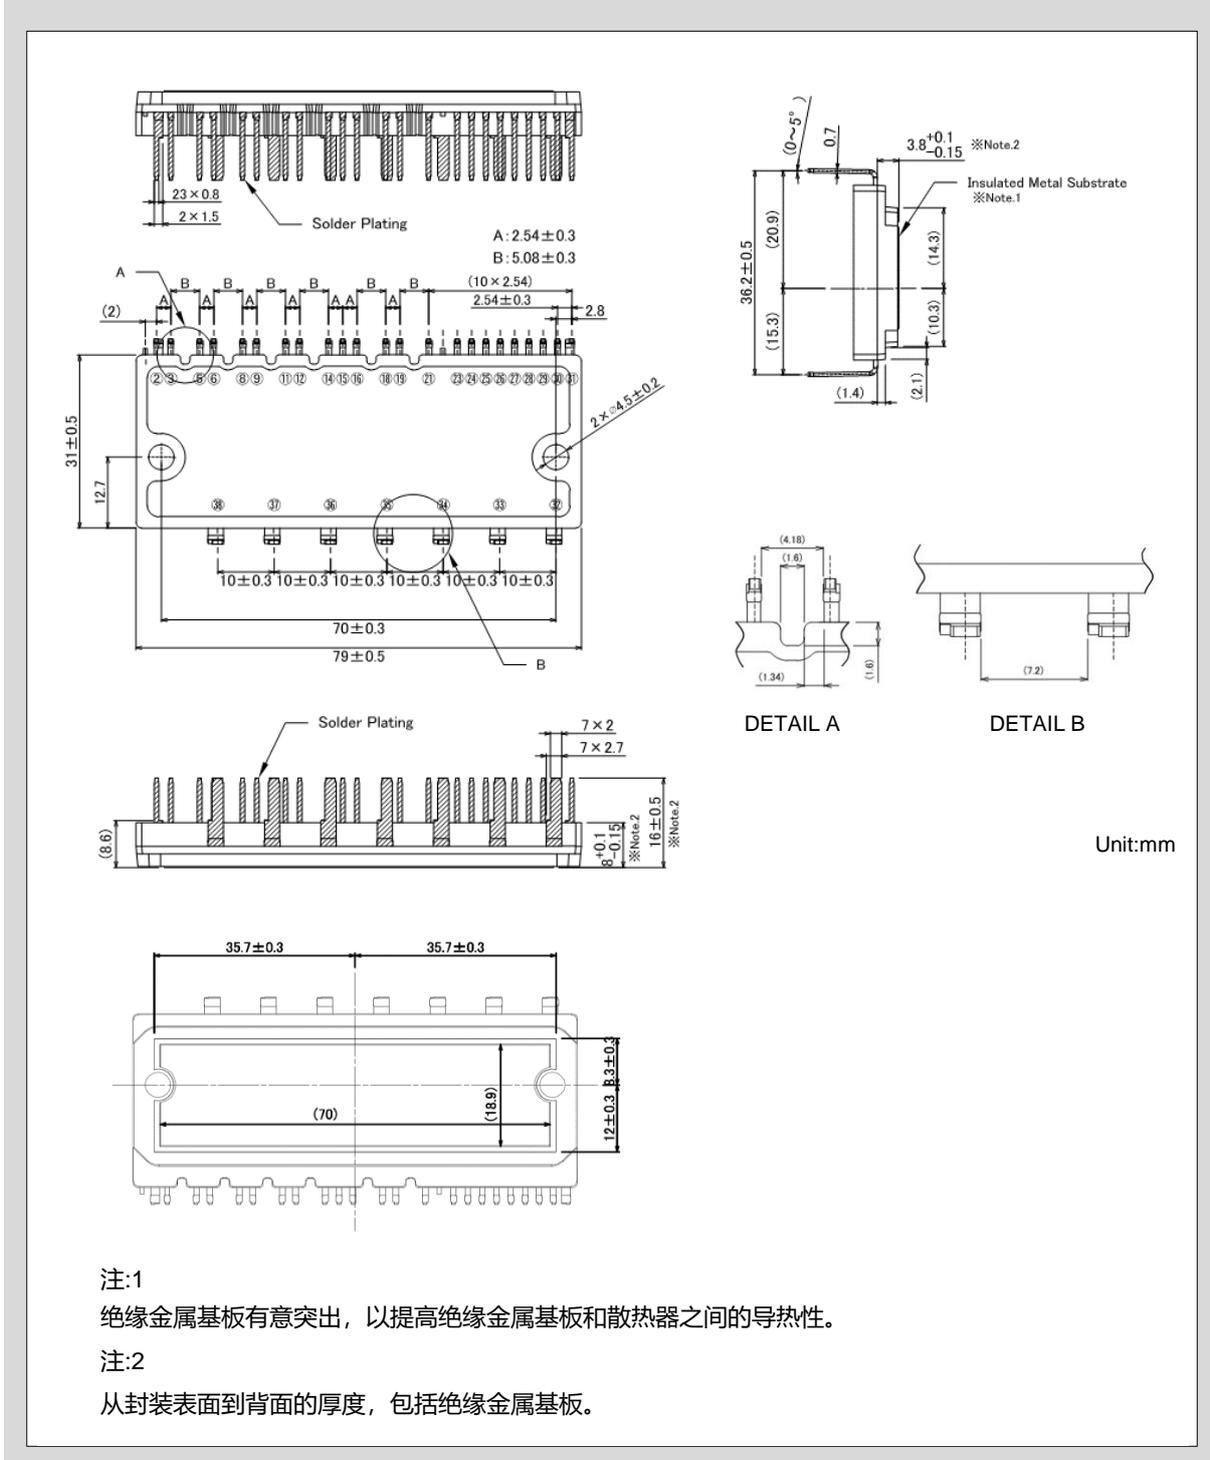

图1-5 外壳外形图
- 图1-5 表示短路，关断和反向恢复情况下的波形。各种情况下的  $V_{DC(Surge, terminal)}$  是不同的。因此， $V_{DC(terminal)}$  在设定时需要考虑以上情况。